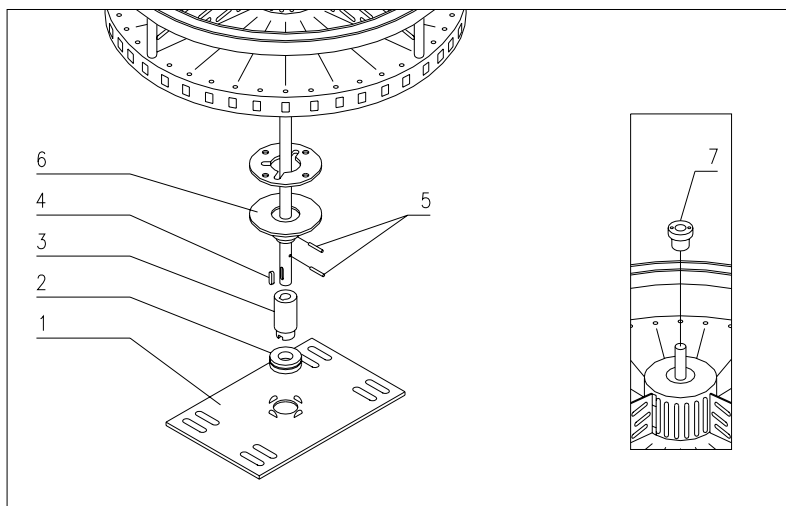

FIG. 12
- 6) Svitare la piastra porta cuscinetto e togliere tutto (part.1-2-3 FIG. 12). Fare dei segni di riferimento attorno alla piastra per poi riposizionare il tutto nella posizione originale.
- 7) Spostare la colonna verso l fondo della macchina affinché l'albero della stessa esca dalla boccola in plastica (part. 7 FIG. 12)
- 9) Togliere la chiavetta (part. 4 FIG. 12), le spine (part. 5 FIG. 12) che fissano i mozzi di trascinamento (part. 6 FIG. 12) e sfilare i dischi.